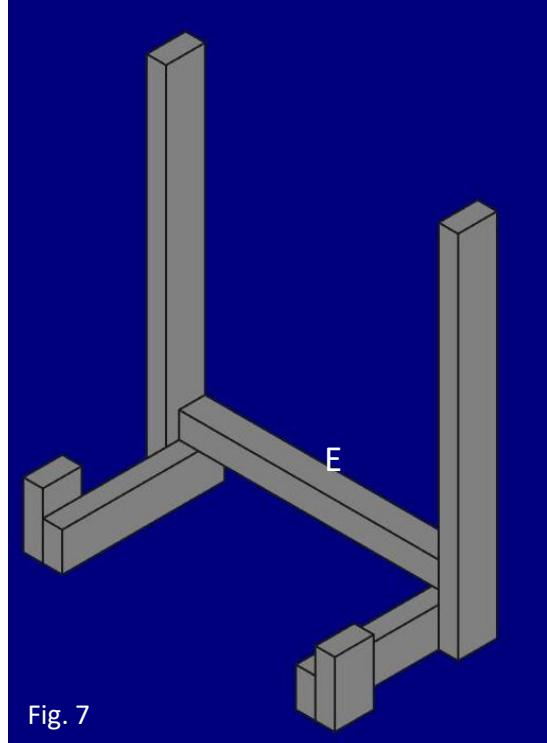
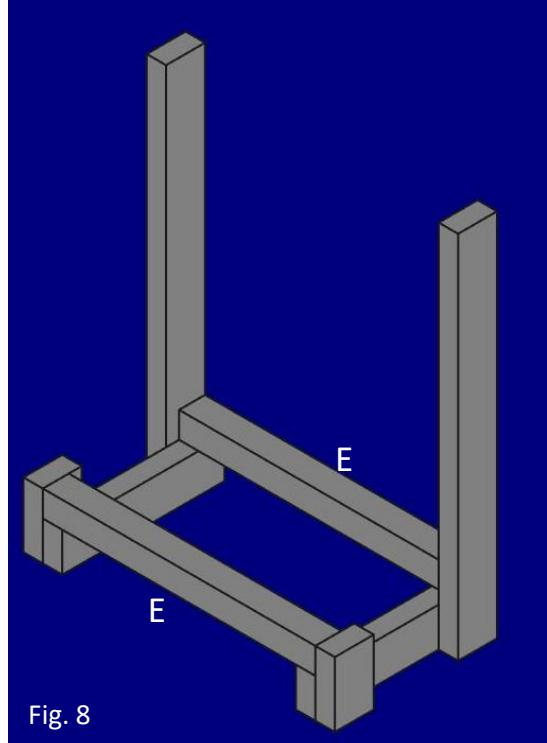

Fig. 7
Fig. 8
- 2) Unire i montanti con 2 listelli E, prima dietro (fig. 7) e poi davanti (fig. 8)